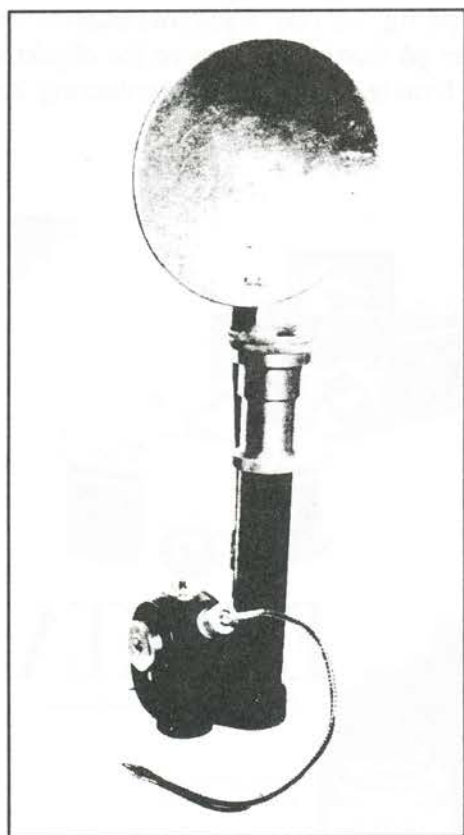

Fig. 28. Blitz med indbygget synkronisator. Når blitzten affyres sættes et svinghjul i bevægelse, og denne udløser igen lukkeren. Norsk Teknisk Museum. 14890.
kunne disse bruges med den type synkronisator som udløste lukkeren samtidig med at strømmen blev sluttet. En række kameraer er udstyret med spaltelukkere, som er et gardin med en spalte som bevæger sig på tværs af filmen lige foran filmplanet. Lukkerhastigheden bestemmes af gardinets hastighed og spaltens bredde. På mange kameraer er det kun spaltebredden som varierer for de lave hastigheder. Det vil sige at kun en del af negativet er belyst, ved hastigheder kortere end $1/25$ - $1/60$ sekund. Dette medfører at med almindelige blitzlamper kan vi ikke fotografere på kortere tid end den korteste tid, som hele billedfladen er fri. Nu var mange af de mest anvendte pressekameraer udstyret med spaltelukkere, så der blev udviklet blitzpærertyper med meget lang brændetid, således at lyset varede præcis så længe som det tog for spalten i lukkeren at passere filmen. Kurverne for sådanne lampetyper er vist på fig. 28 (37). Vi ser at lysintensiteten er nogenlunde